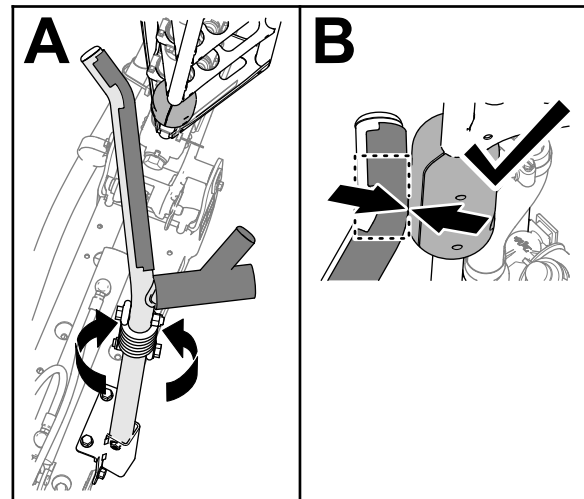

Bild 117
4. Drehen Sie die Gabel, bis die Biegung im Gabelrohr mit dem Schieblock am oberen Rohr des äußeren Auslegers übereinstimmt (Bild 117).
Hinweis: Die Schieblöcke müssen die Gabel an der Biegung des oberen Gabelrohrs berühren (Bild 117).